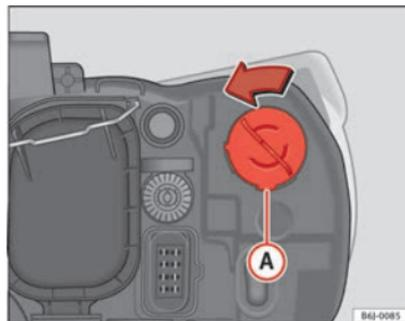

Fig. 140 Feu clignotant
- Tournez la douille d'ampoule ⇒ fig. 140 A vers la gauche puis tirez.